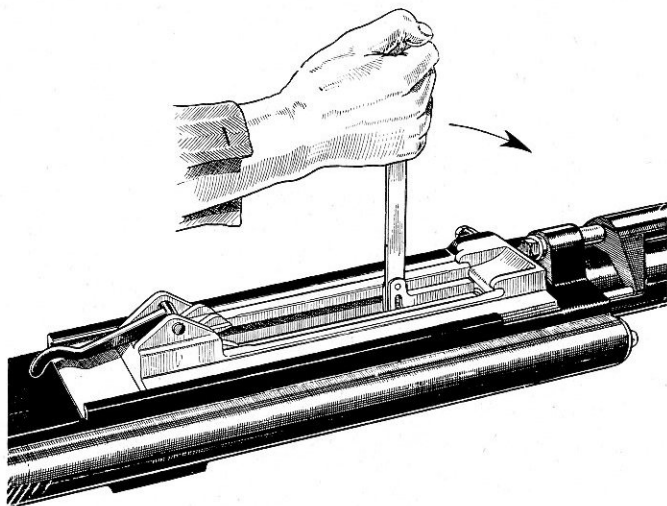

Fig. 22. — Déverrouillage de la culasse mobile.
- Déverrouiller la culasse mobile en faisant pression vers l'arrière sur l'une des coulisses de culasse **667** ou **668**; utiliser à cet effet la griffe de déverrouillage **728**, qui prend appui sur l'avant de la boîte de culasse, comme indiqué sur la figure 22.